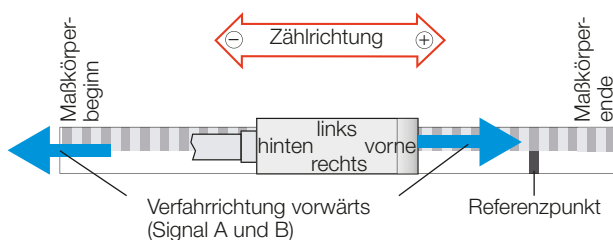

Bild 4-1: BML-Sensorkopf mit Anfahrrichtung längs
- Bei Maßkörper mit Referenzspur ist das hintere Ende (Beginn der Messstrecke) und das vordere Ende (Ende der Messstrecke) zu identifizieren, damit der Maßkörper passend zum Sensorkopf montiert wird. Der erste Referenzpunkt ist optisch markiert (siehe Bild 4-1).
3. Beim Maßkörper mit Referenzpunkt das hintere und vordere Ende identifizieren: Der erste Referenzpunkt ist optisch markiert und liegt auf der rechten Seite des Maßkörpers in einer eigenen Spur (siehe Bild 4-1). Dieser kann auch mit einer Pole-Pitch-Karte identifiziert werden.